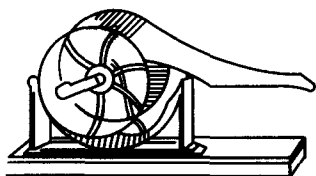
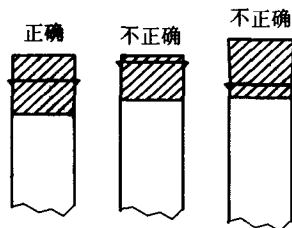

图 1-2 软木塞滚压器
图 1-3 塞子的配置
(1) 塞子的选择:有机化学实验室常用橡皮塞或软木塞来封闭瓶口和连接普通玻璃仪器的各部件,瓶塞选配得当与否,对仪器的安装和实验能否顺利进行有很大的关系。选用软木塞,其表面不要有裂纹和深洞。在钻孔或使用之前,要用软木塞滚压器(图 1-2)把塞子慢慢压紧压软。这样可使软木塞内部结构均匀密集,防止钻孔时塞子破裂或使用吸收过多液体。软木塞滚压器也可用两块木板代替。经过滚压,塞子大小应与仪器的口径相适应,塞子进入仪器口径的部分以塞子本身长度的  $1/2 \sim 2/3$  为宜(图 1-3)。